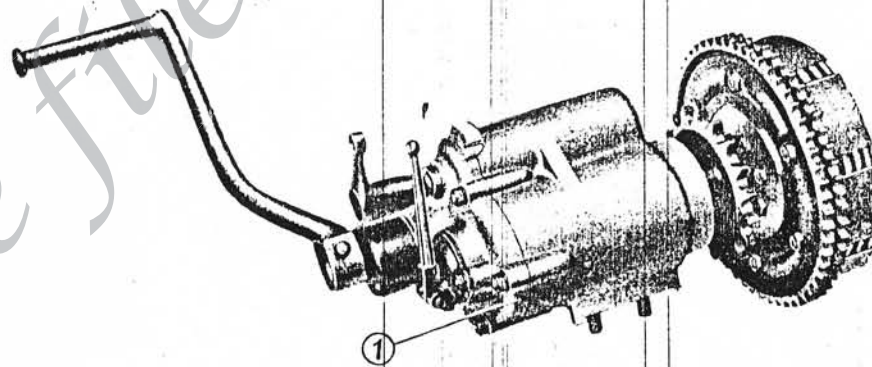

Fig. 16
Dopo un lungo periodo di uso è necessario procedere alla lavatura interna del cambio. Si levi il coperchio (1) (fig. 16) esterno alla scatola avendo cura di non spostare gli ingranaggi e lavare accuratamente tutte le parti interne.